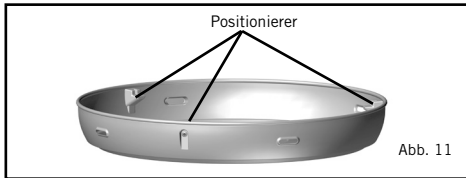

Abb. 11
- Der BBQ-Grill ruht auf drei Druckguss-Positionierern in der Fettpfanne (Abb. 11).
- Die Kochpfanne ruht auf drei Druckguss-Positionierern in der Fettpfanne (Abb. 11).
- Der Grill 2 Braai ruht auf drei Druckguss-Positionierern in der Fettpfanne (Abb. 11).